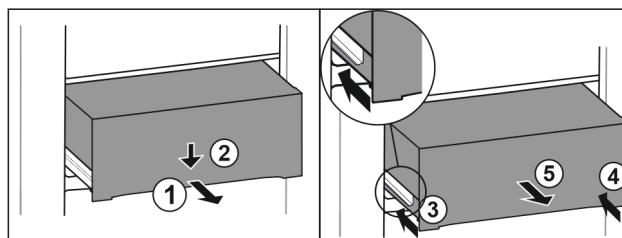

Fig. 139
- Вытяните выдвижной ящик наполовину. Fig. 139 (1)
- Вдавите выдвижной ящик в передней части вниз. Fig. 139 (2)
- Задвиньте левую направляющую прим. на 2 см. Fig. 139 (3)
- Задвиньте правую направляющую прим. на 2 см. Fig. 139 (4)
- Извлеките выдвижной ящик движением вперед. Fig. 139 (5)